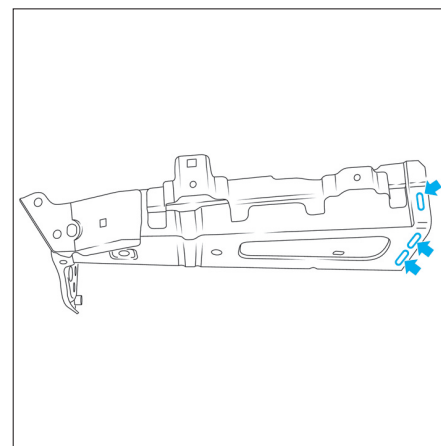

FIG. 7
- Effectuer trois trous oblongs de 6 x 20 mm (flèches) (Fig.7).
- Effectuer trois trous oblongs de 6 x 20 mm (flèches) dans la joue d'aile avant (Fig.7).